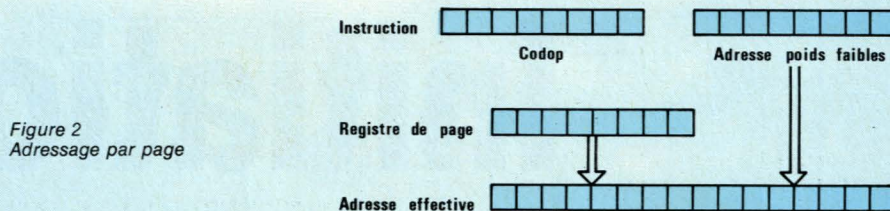

Figure 2
* L'adressage par page (figure 2)